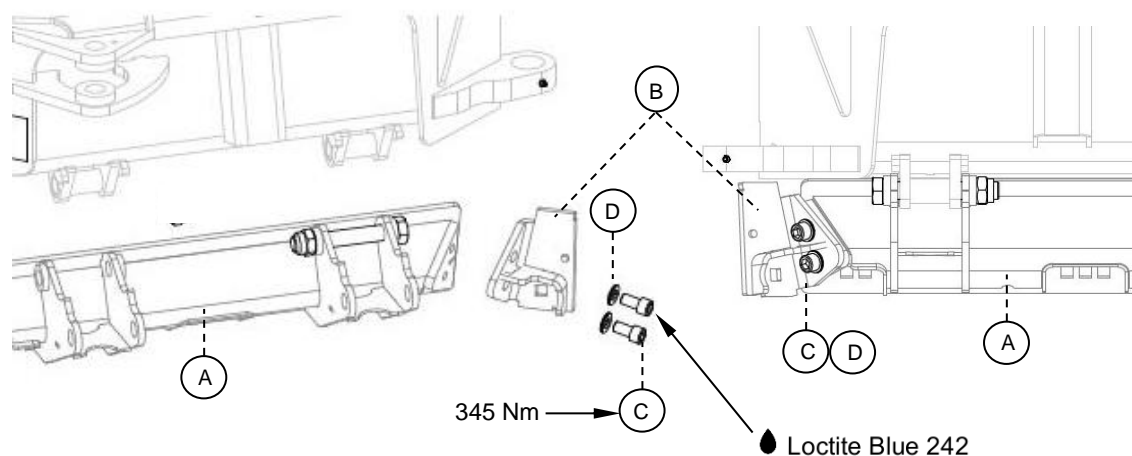

Bild.35
På plogens ställhållare (A) sitter det även en ställhållare (B) för de mittrasteålen. (se avsnitt 1.10). Kontrollera positionen och slitage. Vi en kraftig påkörning kommer bultarna (C) att fungera som brytbultar. Återmontera (se Bild.35) med rätt typ och bultar (C) art.nr. **SOP780053** och alltid med nya Nordlockbrickor (D) art.nr. **NL16SP** med rätt åtdragningsmoment. Rekommenderas även använda **Loctite Blue 242** eller likvärdig.